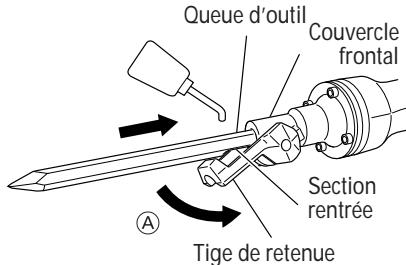

Fig. 6
- (1) Nettoyer la tige de l'accessoire, puis l'enduire de graisse ou d'huile de machine.
- (2) Déplacer la retenue sur la position ouverte **A**. Aligner la tige de l'accessoire de façon que la section rentrée se trouve sous la bride, et insérer l'accessoire tel qu'une pointe à broyer, un cutter, etc. dans l'orifice hexagonal du couvercle avant (voir Fig. 6).